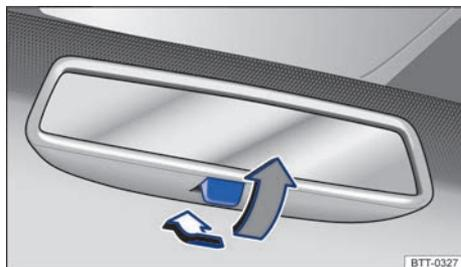

Fig. 97 En el parabrisas: retrovisor interior antideslumbrante manual.
- Para oscurecer el retrovisor, tire de la palanca hacia atrás → **fig. 97**.